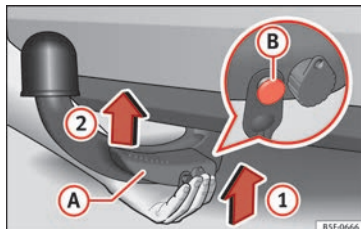

Abb. 212 Anbringen abnehmbaren Kugelkopf/Entriegelungsbolzen im entfalteten Zustand
- Den abnehmbaren Kugelkopf von unten » Abb. 212 halten und in die Hakenaufnahme